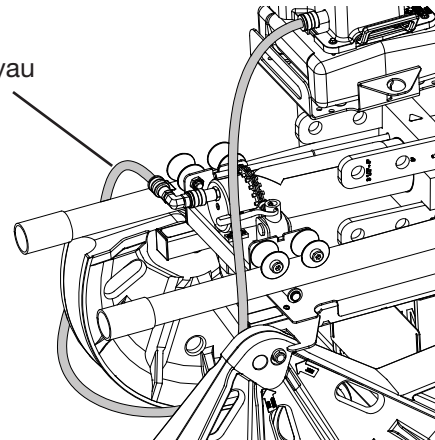

Figure 23
8. Insérer le tuyau de la pompe à l'écart, derrière le sabot de cintrage de 3-1/2 po (Fig. 23).